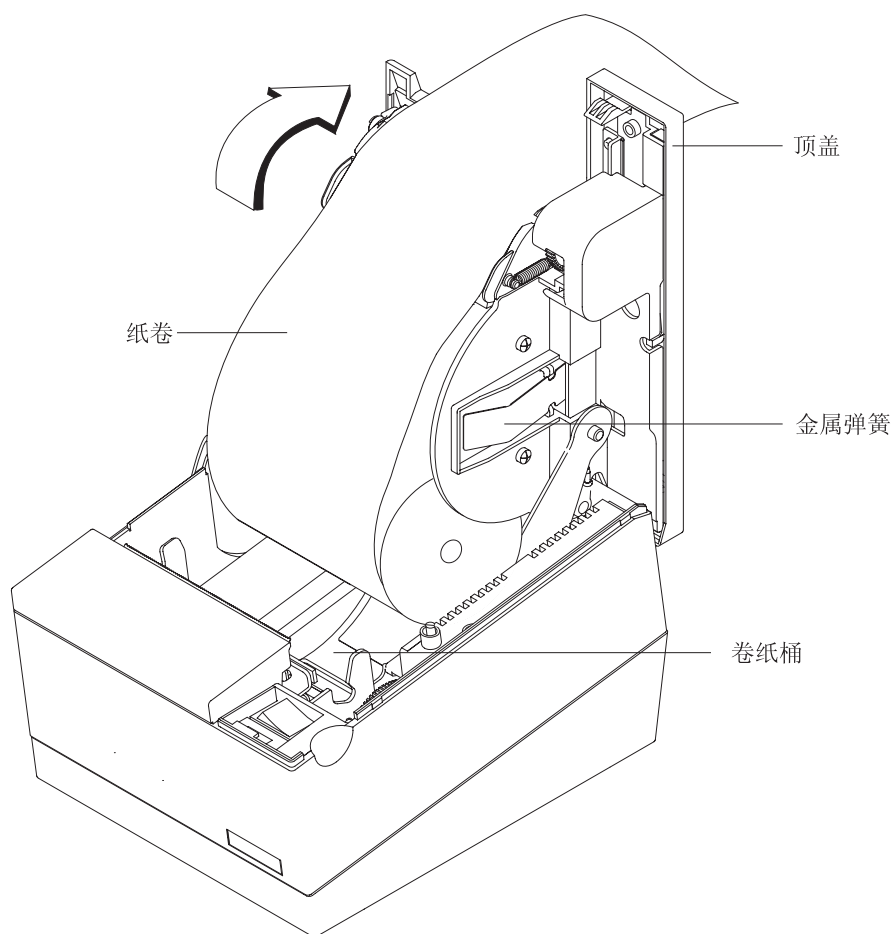

图 28. 打印纸装入路径
3. 如果将打印机配置为“卡扣式”打印纸装入（两个白球面出现在金属弹簧的后面），则按第 60 页的图 28 所示将卷纸放到卷纸托架上；否则，将卷纸放到桶中。打印纸前缘应从打印机反向接入，并如图所示穿过纸卷筒的底部。